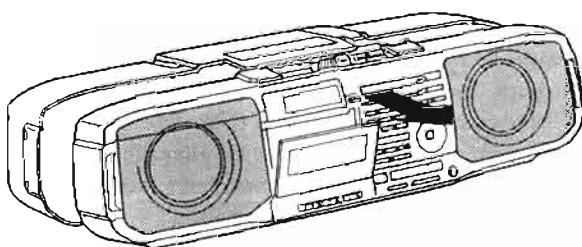

Abb. 2      Fig. 2
- Cassettenfachdeckel durch Drücken der Taste "EJECT" öffnen und Gehäusevorderteil in Pfeilrichtung (Abb. 2) abnehmen.
- Open cassette compartment lid by depressing the "Eject" button and remove the front cabinet in direction of the arrow (Fig. 2).